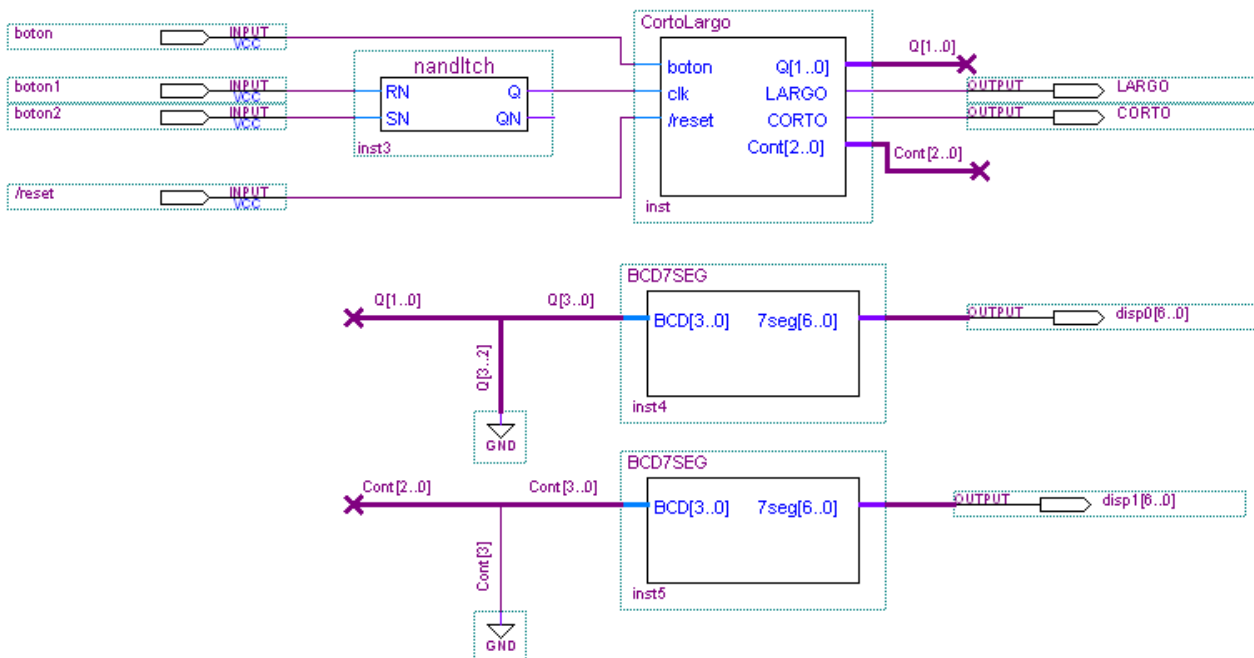
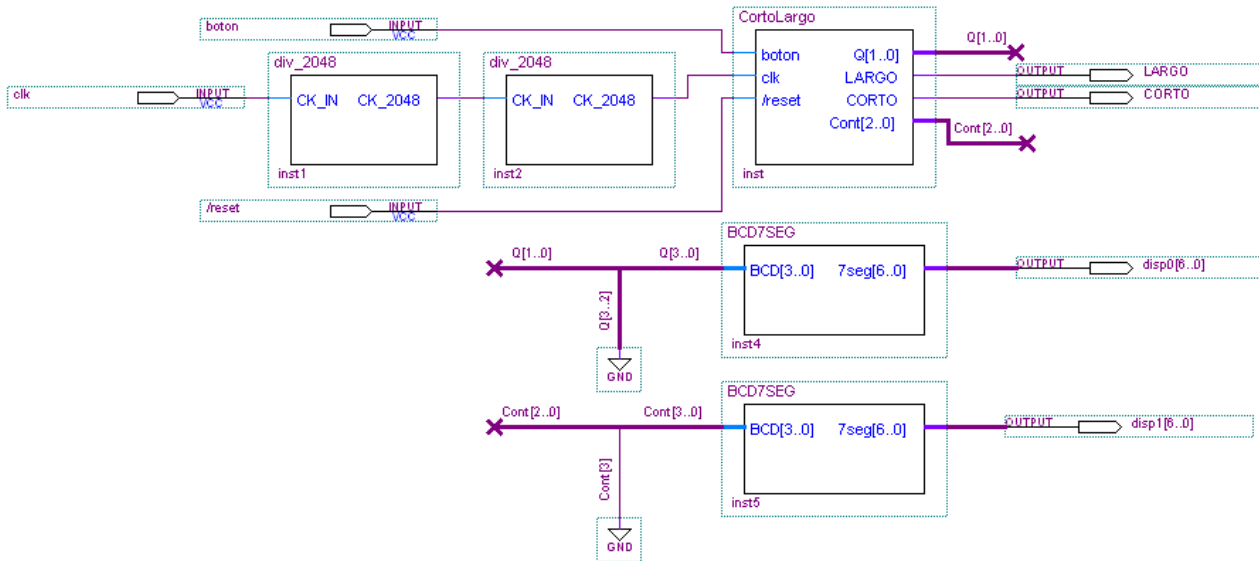

Figura 4: Circuito de prueba 1 para la parte (c)
Figura 5: Circuito de prueba 2 para la parte (c)
- Generar un proyecto en el **Quartus II** con el circuito de la figura 4 donde */reset* se conectará al switch 9, *boton* al pulsador 0, *boton1* y *boton2* a los pulsadores 1 y 2, *CORTO* se conectará al Led0, *LARGO* al Led1, *disp0* y *disp1* a los displays 0 y 1 respectivamente. Analizar el circuito, simular, programar la placa y verificar el funcionamiento. Se deberá probar todos los casos posibles.
- Generar otro proyecto en el **Quartus II** con el circuito de la figura 5 que simplemente modifica la señal de reloj del bloque **CortoLargo**, la señal *clk* se debe conectar al reloj de la placa DE0, el resto de las señales se conectan igual manera que en el proyecto descrito en el punto anterior. Analizar el circuito, programar en la placa y verificar su funcionamiento.
- Breve explicación de como será probado el circuito de la figura 4 y qué deberá observarse en la placa DE0. Ídem para la figura 5 analizando la razón por la cuál se incluyen los bloques **Div\_2048**.